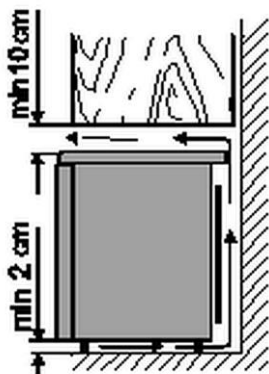

Bild 2: Vy från sidan
- Håll ett avstånd på minst 10 cm mellan ovensidan av apparaten och eventuella föremål ovanför den (t.ex. ett skåp) (fig. 2).